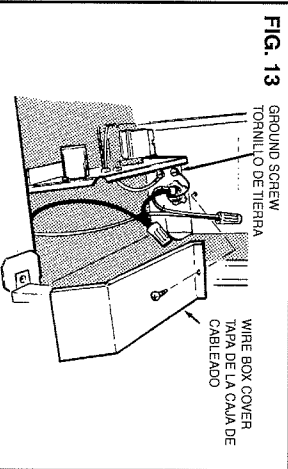

FIG. 13
12. **Connect electrical wiring.** (FIG. 13)
12. **Conecte el cableado eléctrico.** (FIG. 13)